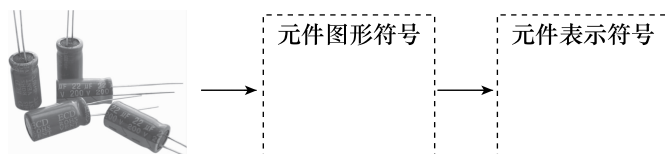

图 1-9 铝电解电容
(3) 如图 1-9 所示, 将铝电解电容的图形符号、表示符号填入对应方框中。